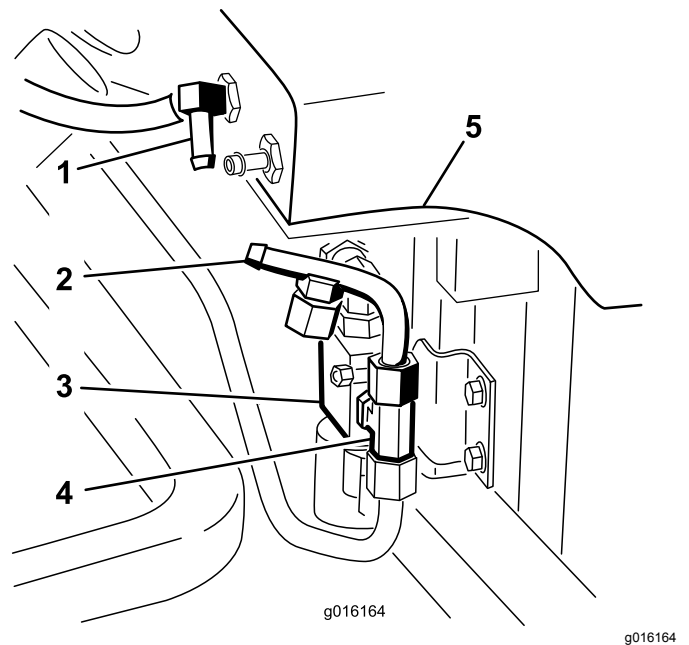

Bild 25
3. Befestigen Sie die Hydraulikleitung Nummer 4 am T-Stück, das seitlich am Ventil montiert ist (Bild 25).